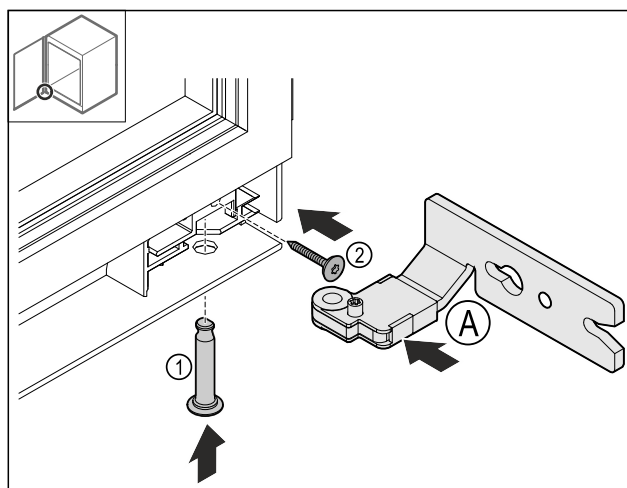

Fig. 23
- ▶ Założyć dolny zawias Fig. 23 (A).
- ▶ Włożyć Fig. 23 (1) zawiasy i przytrzymać.
- ▶ Dokręcić śrubę Fig. 23 (2).